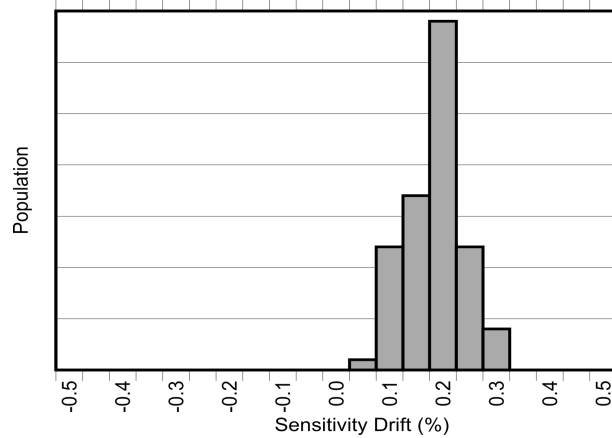
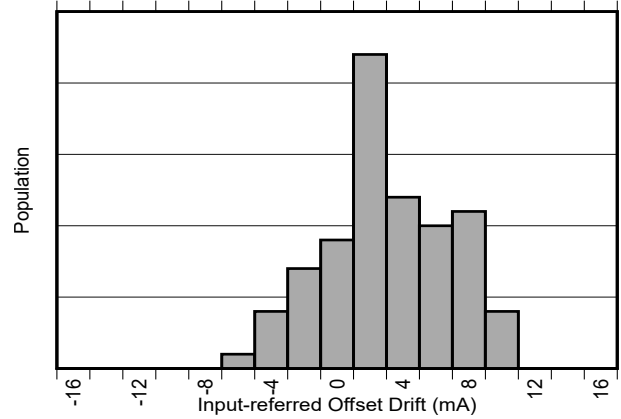

図 8-3. AEC-Q100 高温動作寿命ストレス テスト後の
図 8-4. AEC-Q100 高温動作寿命ストレス テスト後の
一般的な磁気電流センサでは、温度ドリフトが大きいことに加え、デバイスの寿命全体の経年劣化により、感度に 2%～3%のドリフトもさらに影響されます。TMCS1133-Q1 で温度ドリフトを低減するために使用されているのと同じ独自の補償技法も使用されます。これにより、特に動作温度が高いときに、ストレスや環境条件による経年変化による寿命ドリフトを大幅に低減できます。電気的特性に示すように、TMCS1133-Q1 は標準 3 ロットの AEC-Q100 認定において、130°C、相対湿度 (RH) 85% での高度加速ストレス試験 (HAST) の後、業界をリードする寿命感度ドリフトを実現しています。AEC-Q100 認定の規定に準じた 1000 時間に及ぶ 125°C の高温動作寿命ストレステストの後、電気的特性で規定される範囲内の低感度およびオフセットのドリフトも確認されています。これらのテストは、デバイスの寿命全体での標準的な動作を模倣しており、標準的な磁気電流センサに比べて経年劣化によるデバイス性能の変動が大幅に改善されることを示しています。AEC-Q100 に規定されている 1000 時間 125°C 高温動作寿命ストレステスト後の感度およびオフセットドリフトを、図 8-3 および 図 8-4 に示します。デバイスの動作性能は、デバイスの寿命全体にわたって変化します。このテストは、デバイスの寿命全体にわたる標準的な動作を模倣しており、標準的な磁気センサに比べてデバイスが性能を大幅に向上する可能性があることを示しています。